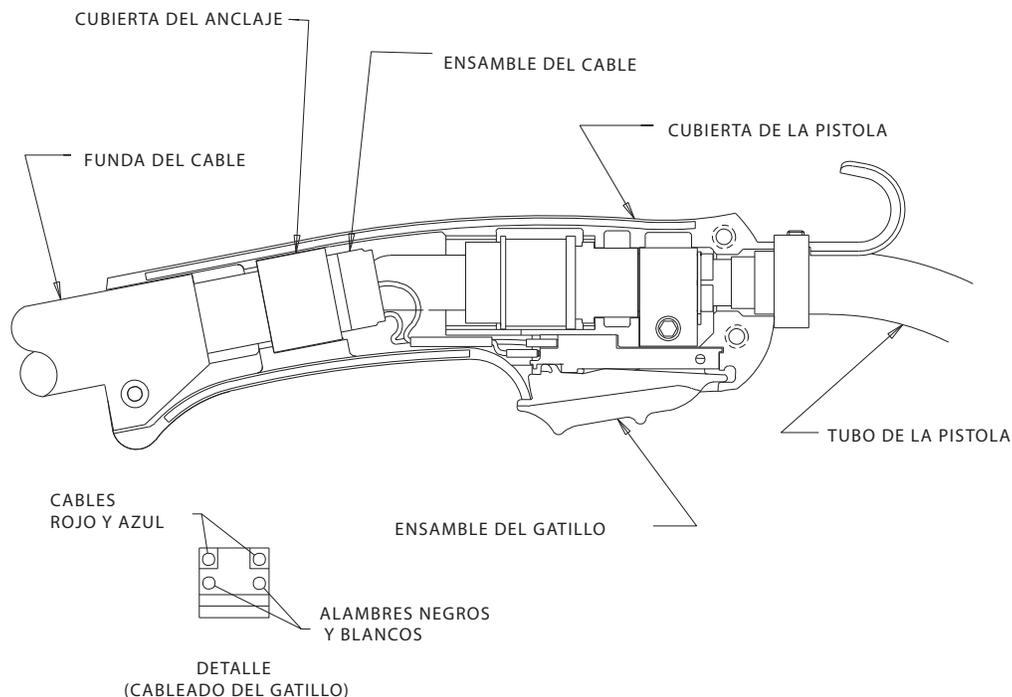

Figura E.4
Jale las terminales de los cables cortados hacia afuera del ensamblaje del gatillo y conecte las terminales de cable de control de reemplazo. (Vea la Figura E.4).
- k) Ensamble el cable en el lado izquierdo de la manija de la pistola; ensamble el gatillo en la cavidad de la manija adecuada. (Para K3098 y K3130, ensamble también el interruptor oscilante en las ranuras que se proporcionan en la manija.) Ensamble el lado derecho de la manija de la pistola y apriete los tornillos que unen a la manija. (Consulte la Figura E.4 y E.5).